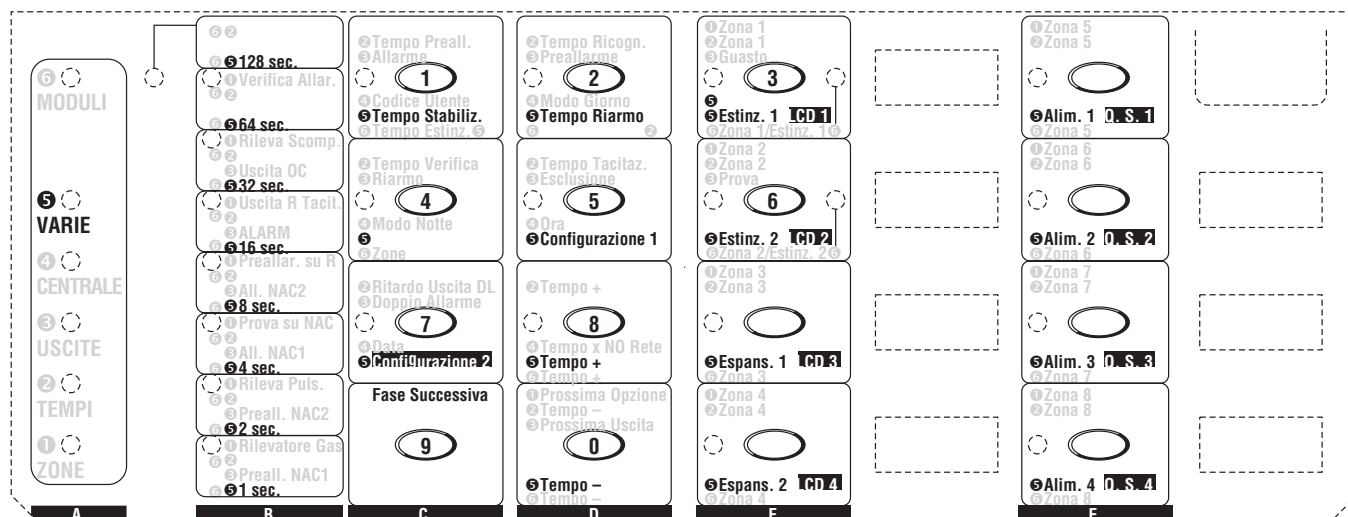

Figura 33 Programmazione varie
La spia **VARIE** lampeggia per indicare che si stanno programmando il **Tempo di Stabilizzazione**, il **Tempo di Riarmo**, le **Uscite Tacitabili** e la **Configurazione**: in questa fase il significato delle spie e dei pulsanti è quello indicato dalle scritte precedute dal numero ⑤, come mostrato in Figura 33.